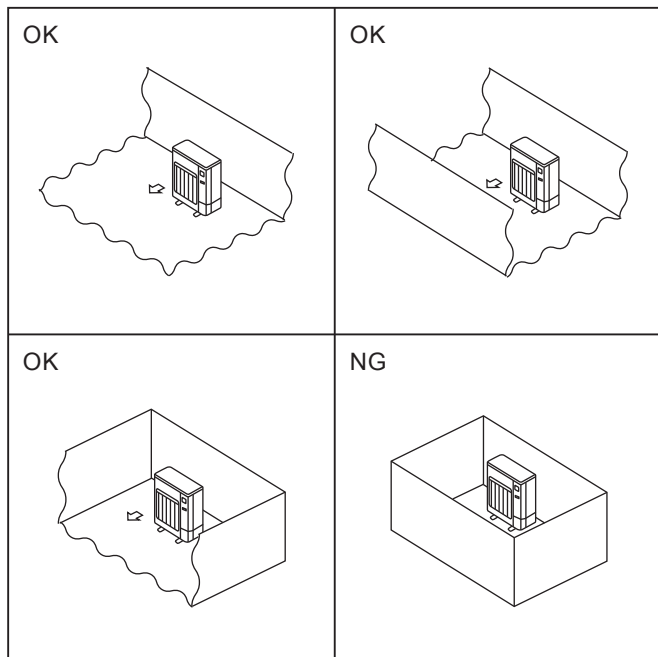

Fig. 2-1
- Monter utendørsenheter på et sted der minst én av fire sider er åpne, og i et tilstrekkelig stort område uten fordympninger. (Fig. 2-1)